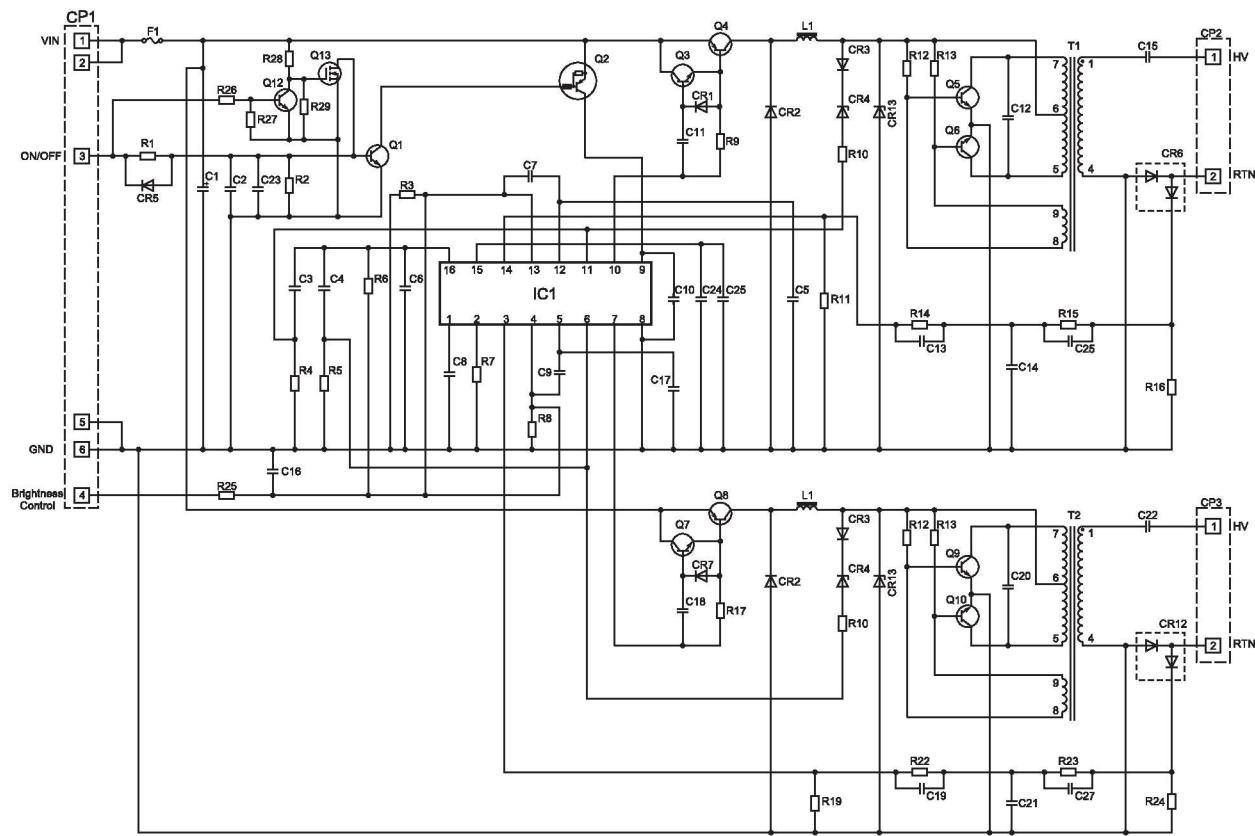

Рис. 6.8. DC/AC-преобразователь для питания ламп подсветки
**DC/AC-преобразователь** используется для питания двух ламп подсветки LCD-панели (рис. 6.8). Он формирует из постоянного напряжения 18 В переменное 500 В частотой около 50 кГц (два канала).